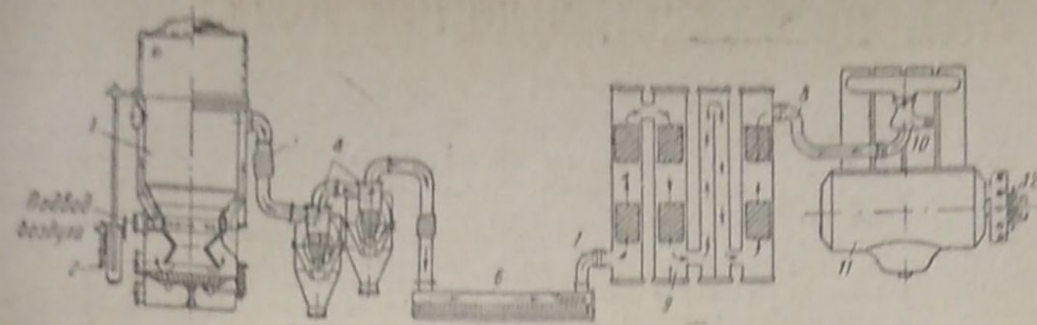

Рис. 2
Она состоит из следующих основных агрегатов (рис. 2): газогенератора (1), смонтированного слева трактора, вблизи сиденья тракториста; двух очистителей газа — циклонов (4) для предварительной очистки горячего газа; очистителя для грубой очистки газа (6), расположенного под сиденьем водителя — на месте ящика для инструмента, инструментальный ящик вынесен на правое крыло грязевого щитка; четырех очистителей (9) для тонкой очистки газа, смонтированных
Далее газ поступает в очистители грубой очистки (рис. 2, дет. 4) газа, представляющие собою два цилиндра, сделанные из листовой стали, длиной каждый 1400 мм и диаметром 200 мм. Внутри каждого цилиндра находятся скребковые пылеуловители, задерживающие угольную пыль. Газ проходит последовательно через два такие очистителя.
После получения грубой очистки газа он направляется к четырем очистителям-фильтрам (9) (рис. 2) с кольцами Рашига. Очистители поставлены вертикально перед водяным радиато-